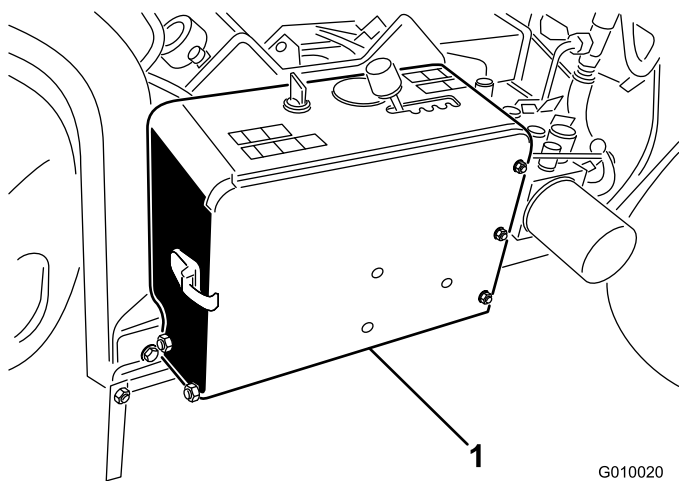

Figura 5
2. Togliete la batteria dal vano (Figura 5).